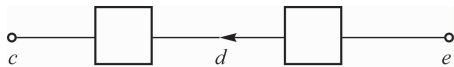

图 1-10 【例 1-1】图
**【例 1-1】** 图 1-10 所示电路中,已知  $U_{ce} = 5 \text{ V}$ ,  $U_{cd} = 2 \text{ V}$ ,若分别以  $e$  和  $c$  为参考点,求  $c$ 、 $d$ 、 $e$  三点的电位及  $U_{cd}$ 。